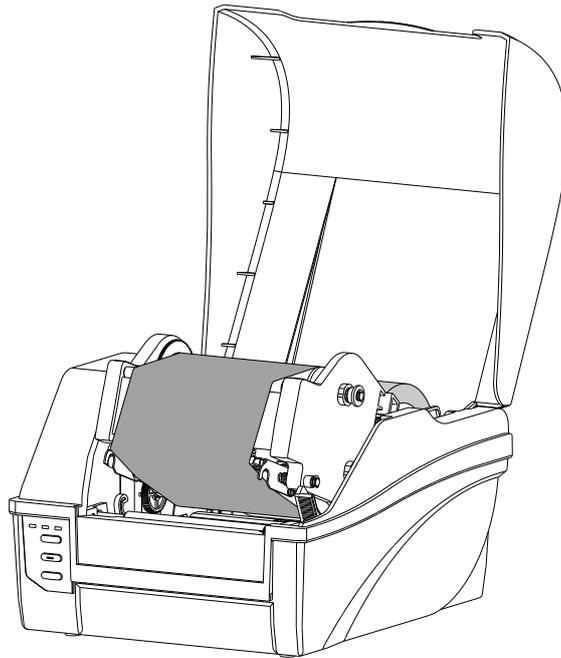

图 2-14 安装纸卷
2. 将纸卷轴连同纸卷一起放入纸仓，按纸卷轴上的刻度将纸卷放置在中间位置，并将两个挡板靠紧纸卷。如图 2-14 所示。